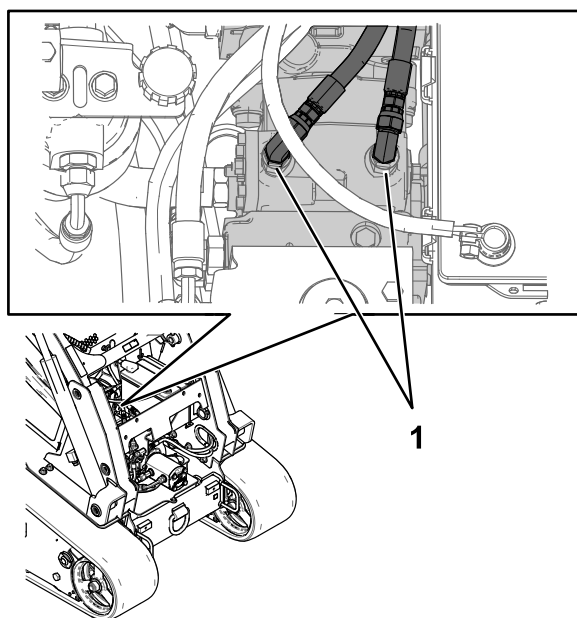

Figure 13
11. À l'avant de la machine, débranchez les 2 flexibles de la pompe tandem et branchez-les aux raccords opposés (Figure 13). Serrez les raccords à un couple de 24 à 30 N·m.